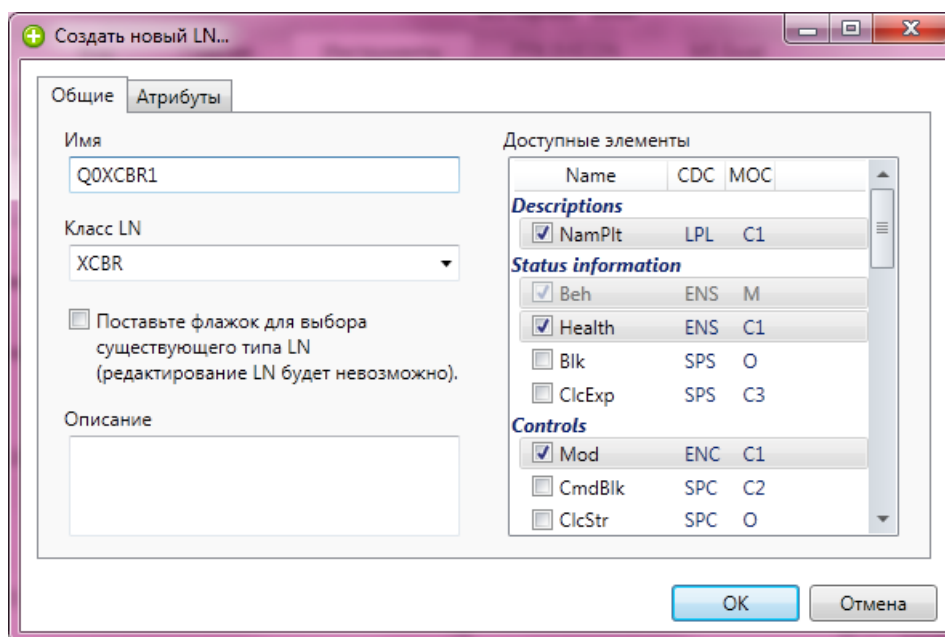

Рисунок 36 – Диалог добавления логического узла
Для добавления логического узла в ИЭУ необходимо в контекстном меню логического устройства выбрать команду «Логический узел». В открывшемся диалоге необходимо задать имя логического узла и выбрать его класс (рисунок 36). Объекты данных (DO) выбранного класса отображаются в правой части диалога. Отметьте необходимые элементы, которые должны быть добавлены в логический узел.